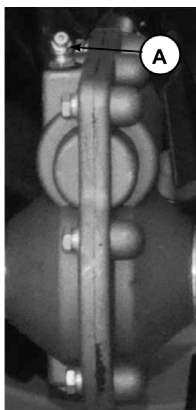

Рис.18
(Рис.18)
2. Ослабьте гайки крепления салазок (А), Рис. 18) и установите салазки (В) на необходимую высоту. Снова затяните гайки.